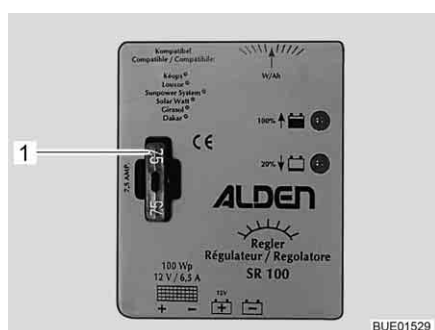

Fig. 187 Fusibile regolatore di carica del pannello solare 100 W
- Sostituire il fusibile piatto 5 A/marrone chiaro (Fig. 187,1).